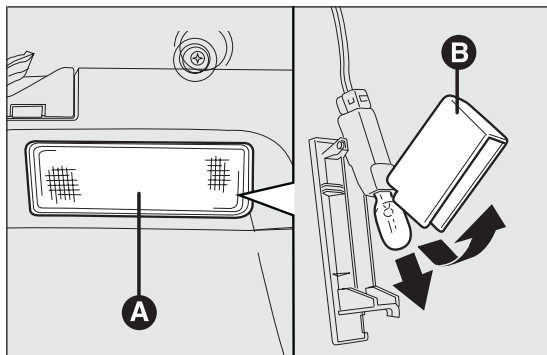

fig. 165
- extraer la lámpara A fig. 165 haciendo palanca en el punto indicado por la flecha.